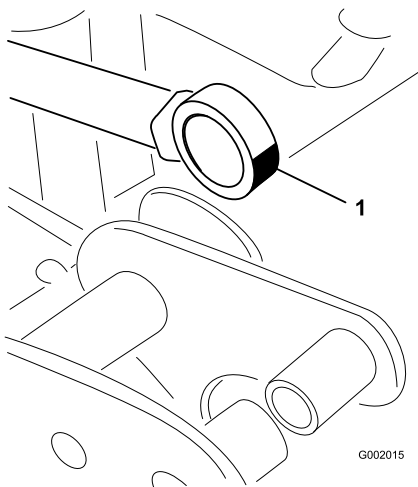

Bild 107
5. Drehen Sie das Stangenendenlager und schmieren Sie Schmiermittel in das Lager (Bild 107).